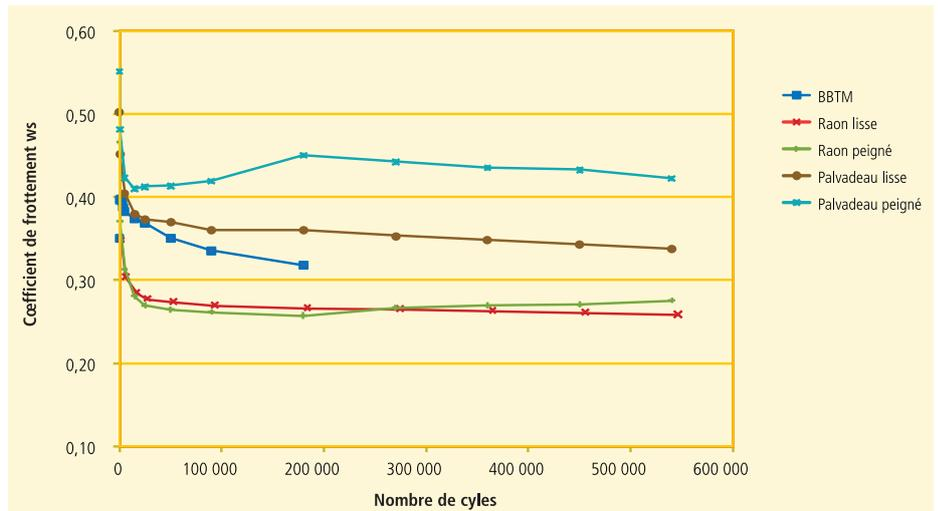

Figure 4 Adhérence de l'EHFR, mesurée à la machine Wehner et Schulze qui a été mise en œuvre sur le chantier de Loire-Atlantique
L'essai Wehner et Schulze (WS) a tout d'abord été utilisé pour caractériser en laboratoire l'adhérence initiale et en service de l'EHFR [8]. Une recherche précédente, portant sur l'adhérence fournie par des granulats de béton concassés, laissait penser qu'il fallait utiliser dans la formulation du mortier de l'EHFR, un sable concassé et anguleux, et non un sable roulé, comme dans la formule initiale de l'EHFR. Après plusieurs essais, un sable de quartz concassé a été sélectionné (figure 4). Avec ce sable, choisi pour les matériaux du chantier de Loire-Atlantique (tableau 1), on obtient un coefficient de frottement WS supérieur à 0,40 sur toute la durée de vie du matériau. Ainsi, selon cet essai, l'EHFR devait présenter constamment une valeur plus élevée que celle d'une couche de roulement classique, lorsque celle-ci est à son maximum d'adhérence.